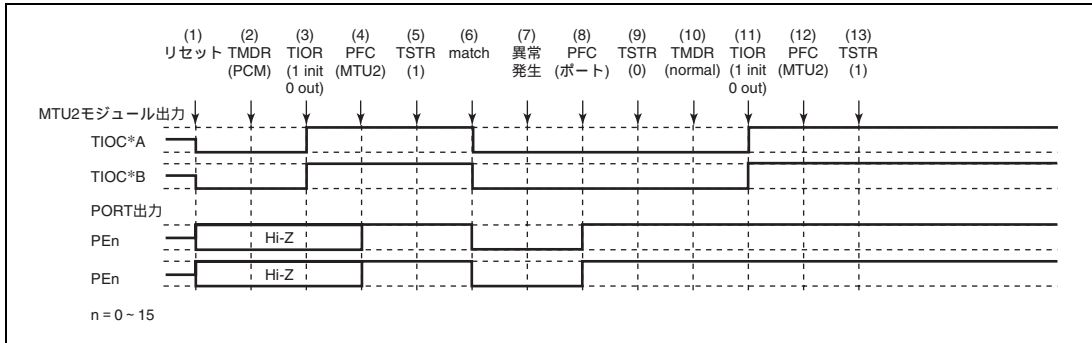

図 10.153 位相計数モードで異常が発生し、ノーマルモードで復帰する場合
位相計数モードで異常が発生し、再設定後ノーマルモードで再スタートする場合の説明図を図 10.153 に示します。
(1) ~ (9) は図 10.153 と共通です。
(10) PWM モード 1 を設定します。
(11) TIOR で端子を初期化してください (PWM モード 1 では TIOC\*B 側は初期化されません)。
(12) PFC で MTU2 出力としてください。
(13) TSTR で再スタートします。
(10) PWM モード 2 を設定します。
(11) TIOR で端子を初期化してください (PWM モード 2 では周期レジスタの端子は初期化されません)。
(10) 位相計数モードで再起動する場合には必要ありません。
(11) TIOR で端子を初期化してください。
(13) TSTR で再起動します。